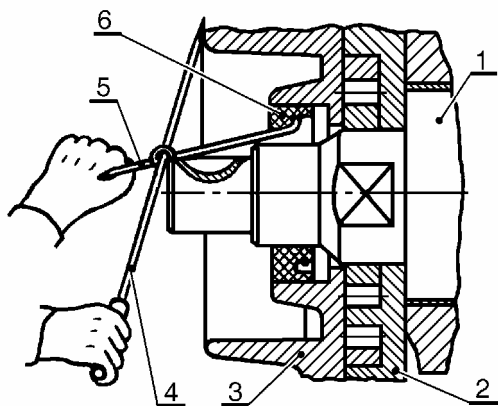

Рис.14. Снятие сальника коленчатого вала:
6.1.5 Снять сальник, как показано на рис.14, коленчатого или распределительного вала. Сальники выбраковываются (отвертка плоская, крючок технологический).